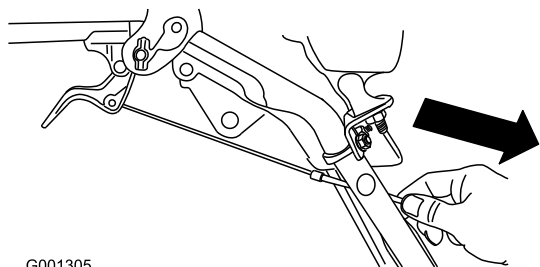

Figure 9
4. Tirez doucement sur la gaine du câble jusqu'à ce que le levier de débrayage de roue soit abaissé et que le câble soit tendu. Serrez ensuite fermement l'écrou de serrage du câble (Figure 9).